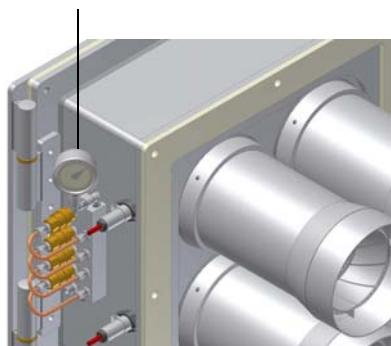

Рис. 19
Расход дизельного топлива регулируется за счет выбора форсунки (противоводяного типа), соответствующего мощности котла и типу применения размера, а также регулировки давления на прямом и обратном ходе жидкого топлива, согласно данных, указанных в таблице и на графике на Рис. 19 (для считывания давления - читайте последующие параграфы).
- 9 Давление питания форсунки уже отрегулировано заранее на заводе-изготовителе и не должно изменяться. Только в случае необходимости, отрегулировать давление питания (см. соответствующий параграф) следующим образом: установить манометр в положение, указанное на Рис. 19, воздействовать на регулировочный винт **VR** насоса (см. Рис. 18) до получения на форсунке давления в 20 бар (форсунки Monarch или форсунки Bergonzo- см. графики на Рис. 19);